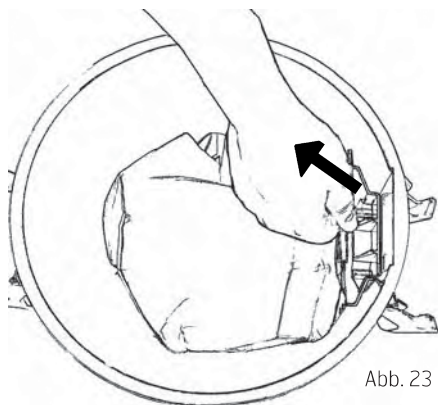

Abb. 23
6. Entfernen Sie den Staubbeutel, indem Sie die Kartondeckung festhalten und die Karte mit dem Beutel vorsichtig aus dem Behälter ziehen, Abb. 23.